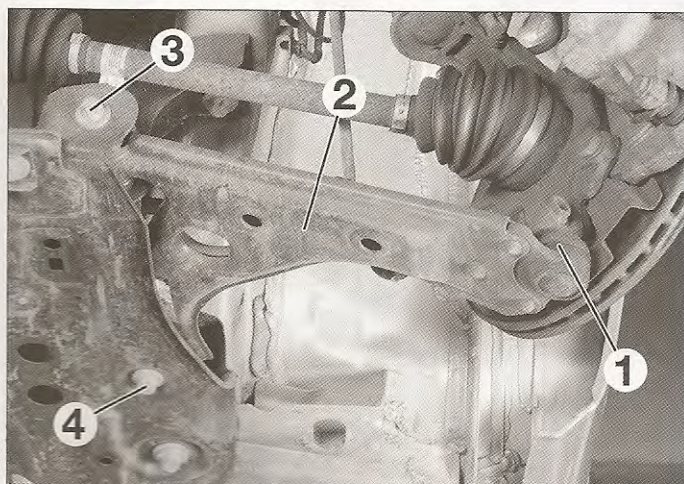

FIG. 10
- la rótula (1) del triángulo (2) de suspensión en la mangueta (fig. 10).
- los tornillos de fijación delantero (3) y trasero (4) del triángulo en la cuna.